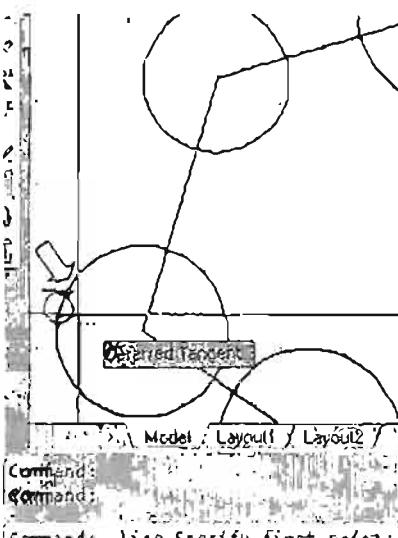
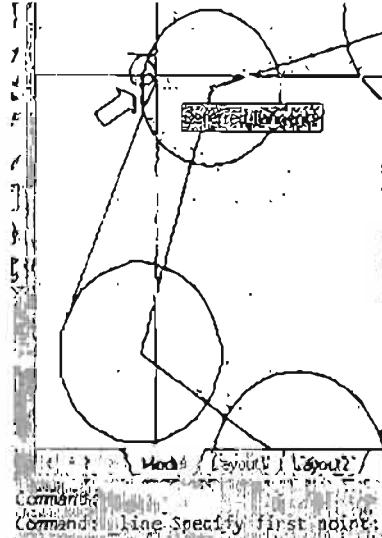
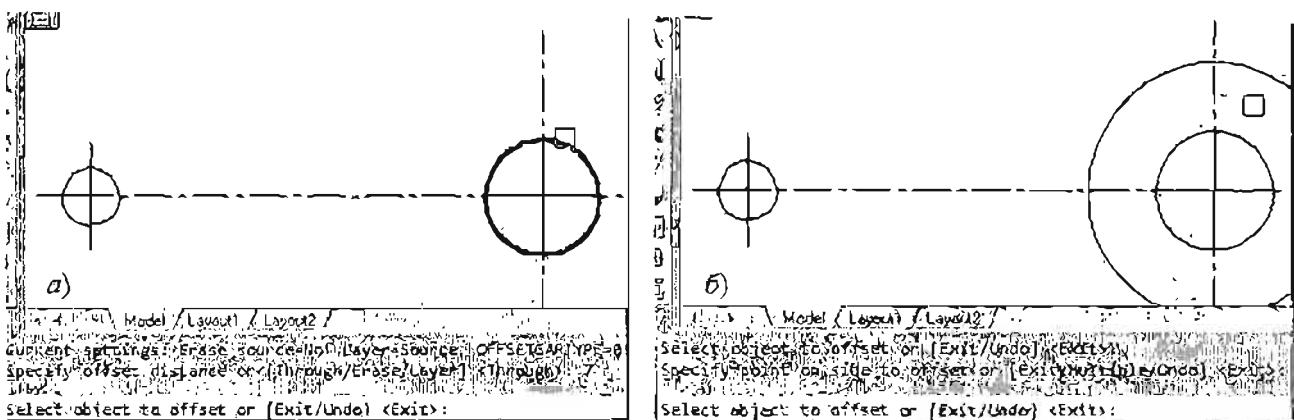

Рис. 3.40. Указание первой точки касательной
Рис. 3.41. Указание второй точки касательной
Рис. 3.55. Построение концентрических окружностей командой Offset (Смещение)
Активизируйте команду *Line*. В командной строке появится запрос о введении первой точки отрезка. Укажите перекрестьем курсора произвольную точку на окружности, например, самой левой. Дождитесь появления маркера привязки *Tangent* (рис. 3.40) и щелкните левой клавишей мыши. Последует запрос на введение второй точки отрезка. Переместите курсор ко второй окружности, дождитесь маркера привязки *Tangent*, проследите за резиновой нитью (рис. 3.41) и, если положение касательной наугуруивает, щелкните левой клавишей мыши. Завершите построение первой касательной нажатием правой клавиши мыши и выбором опции *Enter* из контекстного меню.
Вычерчивание осевых линий с вычерчиванием объектов ломои. На рабочем поле изображены квадратные и круглые элементы, используя команду Line (Линия) в режиме ORTHO (см. рис. 3.41), построим изображение рис. 3.54. Для того чтобы избежать ошибок, при выполнении рисунка см. рис. 3.55, изображающий кратчайшие горизонтальные линии.
(Выберите объект для подобия или [Выход/Отмена] < Выход>). Нужно выбрать исходный объект (рис. 3.55, а). Выберите любым способом окружность с центром на пересечении осевых линий.
3. Щелкните мышью вне окружности, чтобы указать направление смещения. Появится вторая окружность (рис. 3.55, б), а в командной строке будет выведен запрос на выбор следующего исходного объекта: Select object to offset or [Exit/Undo] <Exit>: